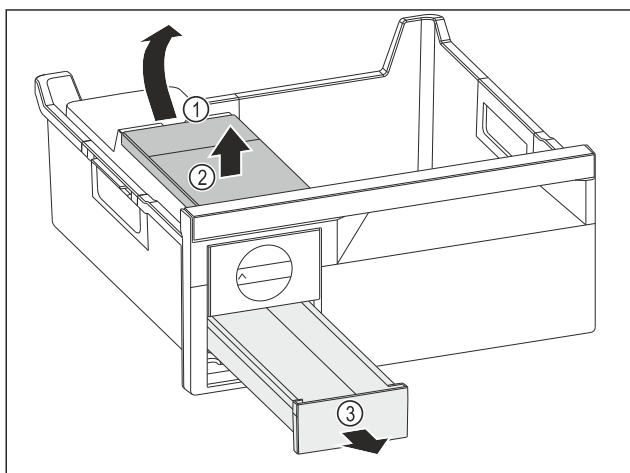

Fig. 140
- ▶ Изваждане на резервоара за вода: Повдигнете резервоара за вода при прореза Fig. 140 (1).
- ▶ Извадете резервоара за вода Fig. 140 (2) нагоре.
- ▶ Извадете чекмеджето за ледени кубчета Fig. 140 (3) напред.